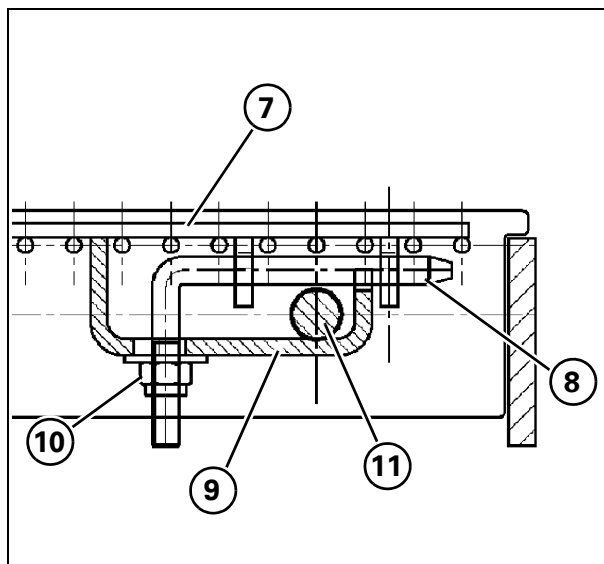

Рис. 40
- 1.) Убедитесь, что фиксаторы легко входят в отверстия заполняющей вставки (7).
- 3.) Вставьте ребра вставки между прутками подбарабannya (см. Рис. 40).
- 4.) Вставьте фиксаторы (8) (свободные концы должны находиться в вертикальном положении).
- 5.) Установите стопорные элементы (9).
- 6.) Полностью затяните гайки (10).
- 7.) Повторите процедуру крепления вставок (7) для всех прутков подбарабannya (11).